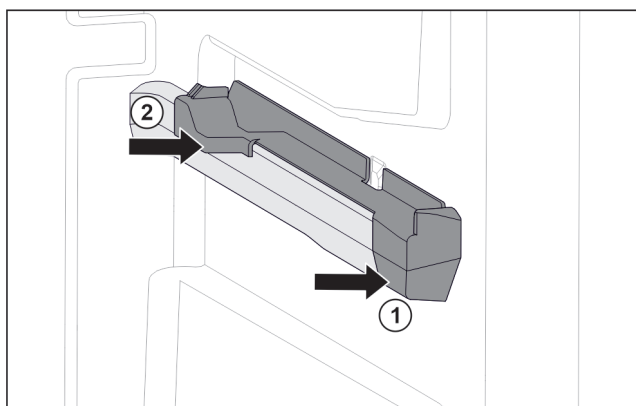

Fig. 122 Élément emboîtable sur la nervure de récipient droite
- Poser le devant de l'élément emboîtable contre la nervure de récipient. Fig. 122 (1)
- Enfoncer l'arrière de l'élément emboîtable. Fig. 122 (2)